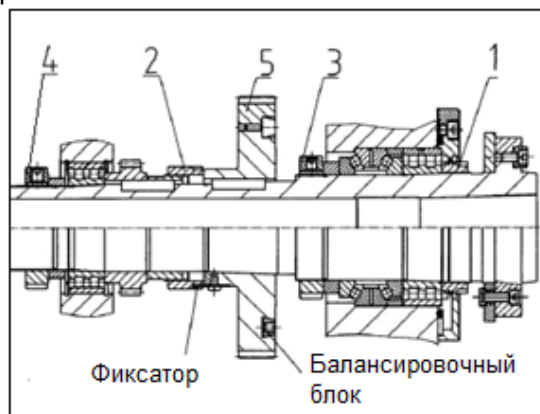

Рис.19
Если точность шпинделя не отвечает требованиям: Сначала ослабьте гайку (1, Рис. 19), затем извлеките стопорную шайбу и ослабьте гайку (2). Отрегулируйте люфты переднего и заднего подшипника при помощи гаек (3 и 4). После регулировки затяните все гайки.